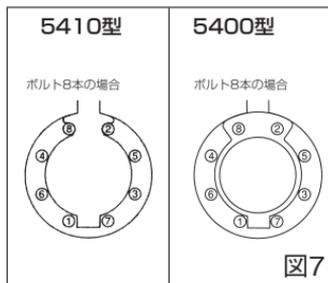

図7
M. 配管ボルトを締め付ける場合は、均等な力で平均に締め付ける必要があります。図7①～⑧のように対角線上のものから交互に均等な力で締め付けてください。片締めはモレの原因となります。(図7)